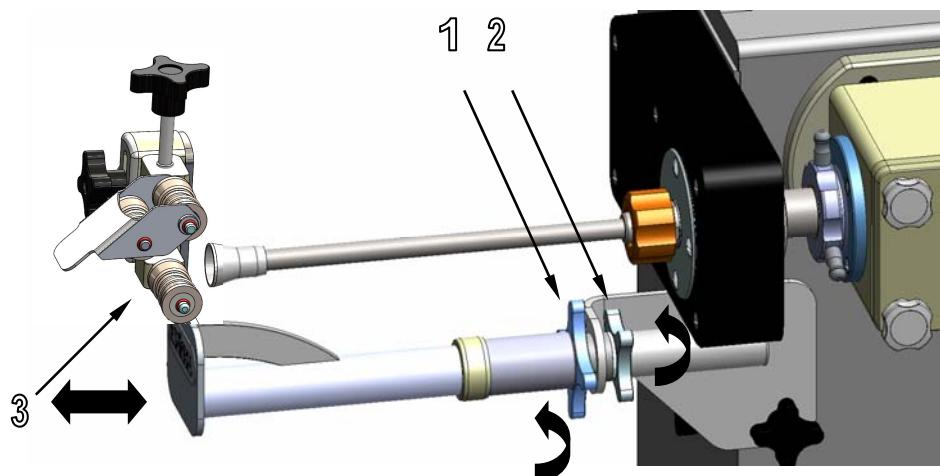

fig. 11
La separación entre el cono blando (**X**) y los rodillos (**3**) dependerá de la longitud del embudo (**H**). Recomendamos por lo menos 1 cm de separación, separando más si fuera preciso (ver fig. 11).
Una vez cargada la tripa en el embudo (H), volver a iniciar el proceso desde la fig. 11.